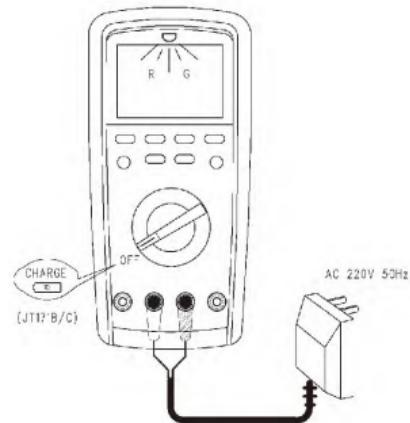

Figura 13
11. Salida de onda cuadrada (Figura 13)